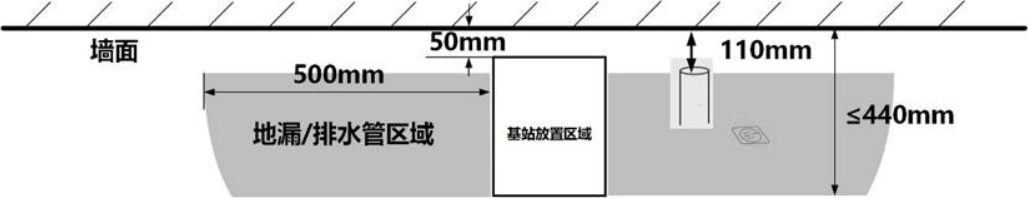

图4 排污预留区域
4.5.1 当基站与家庭下水管道连接方式为侧排时，地漏/排水管距离基站放置区域宜 $\leq 500\text{ mm}$ ，以便于连接。排水管或地漏中心距离墙面建议为 $110\text{ mm}\sim 440\text{ mm}$ ，预埋管径应 $\geq 40\text{ mm}$ （标准40、50、75管）。并确保家庭下水管道有足够的坡度（通常为 $1^{\circ}\sim 2^{\circ}$ ），以利用重力实现顺畅排水。放置地漏时，地漏最小孔径 $\geq 30\text{ mm}$ 。地漏或排水管放置区域如图4所示。